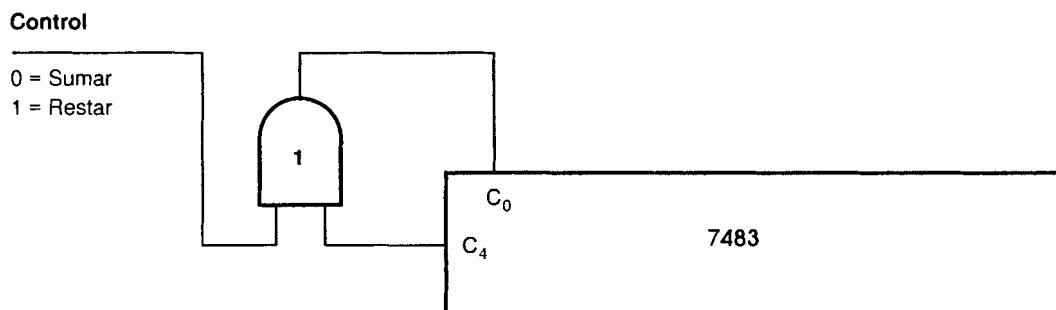

FIGURA 5-20
2. Véase la figura 5-20. Si el problema es de resta y existe un rebasamiento ($C_4 = 1$), entonces efectúese un acarreo circular (EAC). Para detectar cuándo se presentan la resta y el rebasamiento, hágase el AND de la línea de control con C_4 . La salida de la compuerta AND número 1 es 1 cuando se tenga un EAC. Pero en este caso, la salida de esta compuerta puede enviarse directamente a C_0 .